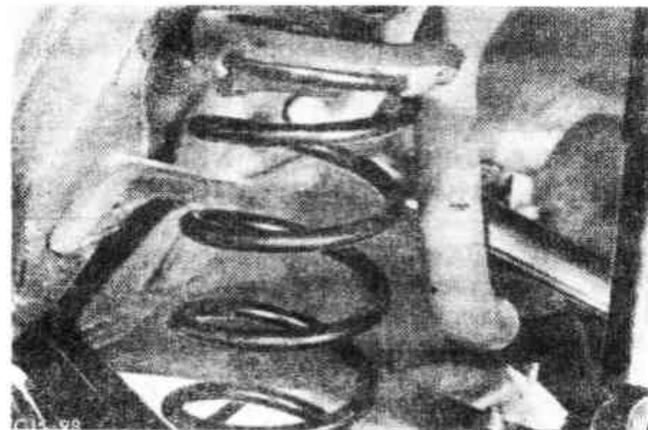

Рис. 11.15. Снятие пружины и втулки задней подвески (Разд. 17)
3. Приподнимите домкратом нижний рычаг, чтобы разгрузить его, и выверните передний стяжной болт. Опустите домкрат и извлеките пружину и резиновую втулку, заметив, как она была установлена (Рис. 11.15).